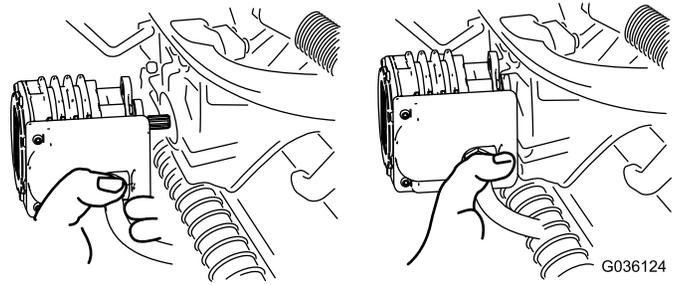

Bild 56
4. Legen Sie den Motor am Aufbewahrungsort vorne am Aufhängearm ab (Bild 56).